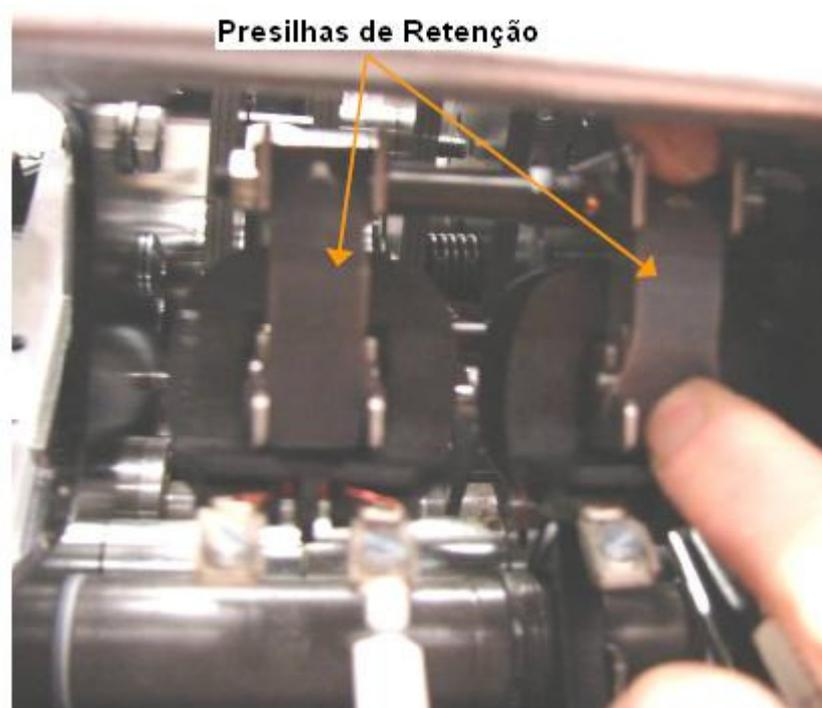

Figura 7: Remoção da Presilha de Retenção
3. Cada bobina possui uma presilha de retenção. Remover a presilha pressionando-a na parte inferior (como mostrado na Figura 7) e deslizando-a para cima.